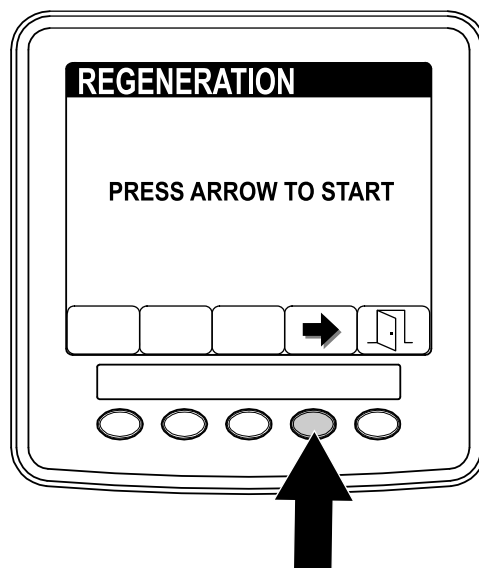

Рисунок 68
3. На экране регенерации нажмите кнопку 4, чтобы запустить процесс регенерации (Рисунок 68).